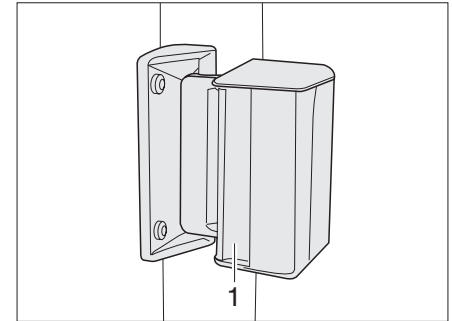

Bild 17 Skjutfönster
- Tryck handtaget (Bild 17,1) och skjut eller dra det samtidigt framåt eller bakåt.